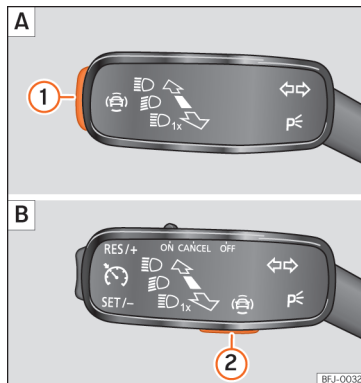

Abb. 72 Am Blinker- und Fernlichthebel: Taste für die Fahrerassistenzsysteme (modellabhängig).
- Taste **Abb. 72** ① oder ② kurz drücken, um das Menü **Assistenten** aufzurufen.